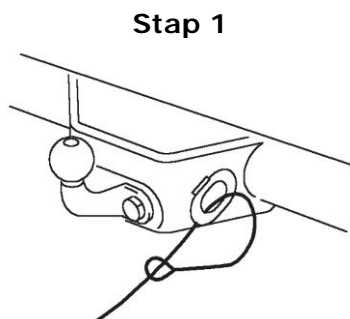

Fig 3-4
1. Haal de kabel door het aansluitpunt en haal het daarna een keer door zichzelf (Fig. 3-4).